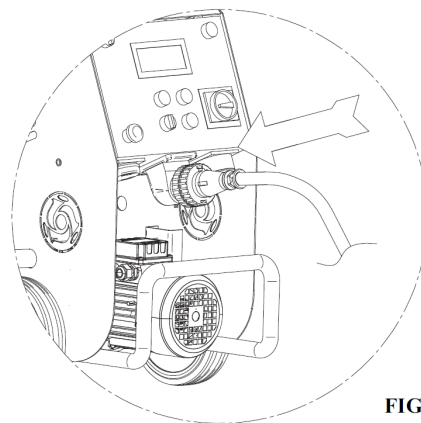

FIG.5
Dopo aver tolto la griglia tramoggia (rif.5), va posizionato sopra la tramoggia (rif.6) e collegato elettricamente al quadro elettrico della macchina (fig.5, rif.12), nel quale si trova il comando di accensione e spegnimento del vibratore.
10. ALLACCIAMENTI**10.1 ALLACCIAMENTO ELETTRICO (vedi fig.5)**